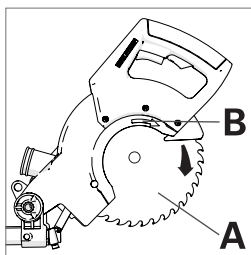

Fig. 19
Installez la nouvelle lame sur la bride interne, en veillant à bien la caler sur l'épaulement de la bride, puis relâchez lentement le carter de lame inférieur pour lui faire prendre sa position fermée d'origine. Veillez à ce que le sens d'orientation de la flèche de rotation de la lame (A) corresponde à celui de la flèche de rotation horaire du carter supérieur (B). (Fig. 19)